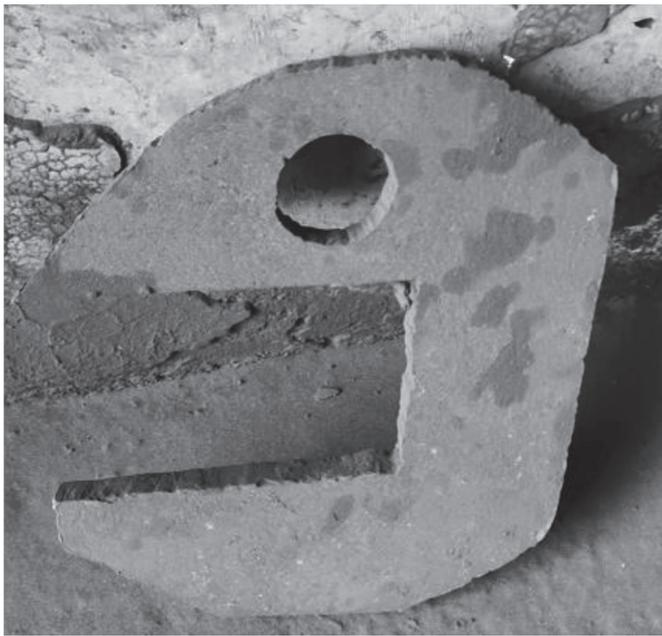

图 3 U 型卡勾
(2) 若旋转密封阀卡阻停止运转，送电后点动不能旋转，则应检查传动装置电机、减速机、密封环状况、轴承座是否损坏。如果电机与减速机损坏，立即安排在线更换；如果密封环损坏卡死，则需将旋密两边观察盖板打开，将损坏密封环取出即可；如果轴承座轴承损坏卡死，则需要立即更换旋转密封阀。
(3) 若旋转密封阀点动正反转，明显听到有异物的撞击声，基本可以判断是衬板、大块石墨或其他钢板之类卡死，则应打开旋转密封阀上部人孔门，通过工具将衬板等异物取出。
(4) 旋转密封阀磨损间隙增大，焦炭进入间隙导致卡死，则需要将下部盖板打开，通过 U 型卡勾住旋转密封阀的叶片，拉动叶轮反转，让卡在密封环间隙的焦炭松动或粉碎，然后点动旋转密封阀正反转即可消除故障（如图 3 所示）。